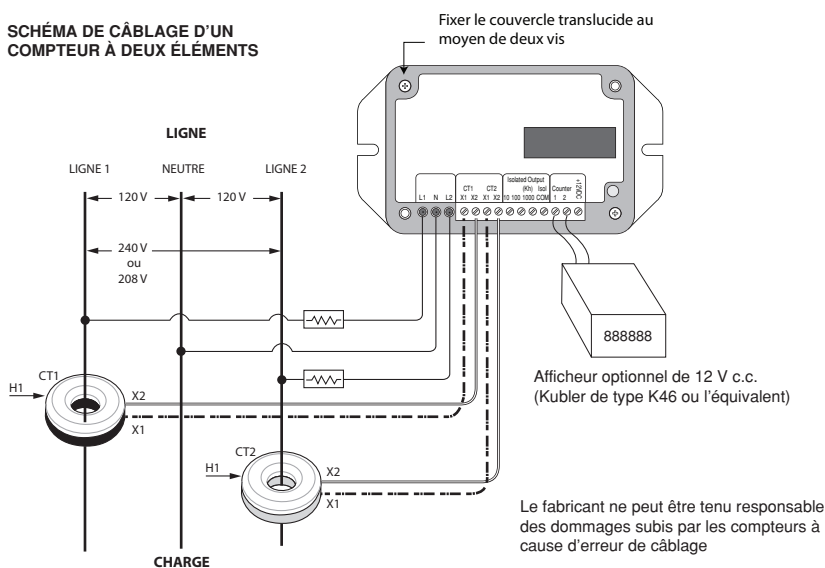

Figure 5 — Schémas de câblage de compteurs à un ou à deux éléments
5. En suivant tous les codes locaux et nationaux de l'électricité, connecter les fils aux bons emplacements dans le panneau. Les raccords devraient être solides, mais pas trop serrés, puisqu'ils pourraient comprimer et affaiblir les conducteurs. On trouve des schémas de câblage à la figure 5.
REMARQUE : si on n'oriente pas les CT de la bonne façon ou si on ne les installe pas sur la bonne phase, on obtiendra des lectures erronées. On peut voir à la figure 5 les schémas de câblage des compteurs.